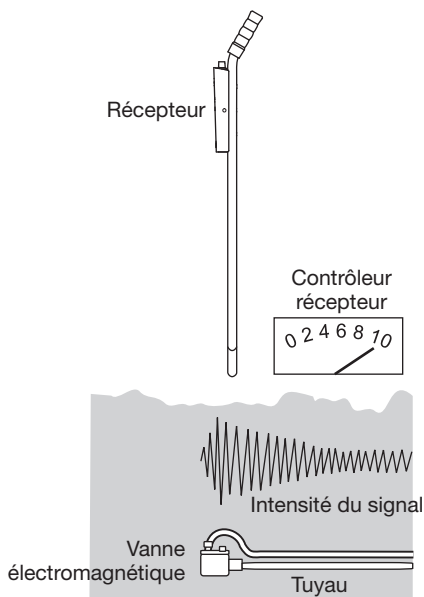

Figure 6 – Repérage de l'extrémité d'un fil brisé
Étape 1 : Activer l'horloge. Connecter le fil d'émetteur rouge de la station qui mène à la vanne en question et connecter le fil noir à la terre. Activer l'émetteur, régler la sortie au niveau maximum, assembler le récepteur, repérer le chemin et commencer à détecter le fil en suivant le signal nul. Le signal nul est indiqué jusqu'à ce que l'on passe au-dessus de la vanne électromagnétique ; le signal devient alors très fort. Marquer cet endroit. Vérifier autour de ce point chaud pour détecter un signal nul alors que l'on quitte cette zone. Si le signal nul continue, le suivre et marquer tout point chaud supplémentaire. (Voir la Figure 6.) Si un seul point chaud est repéré, il indique l'emplacement de la vanne.